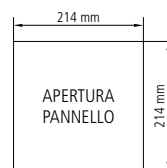

FIG.4a
- Realizzare un'apertura nel pannello con le dimensioni descritte (fig. 4a o fig. 4b).